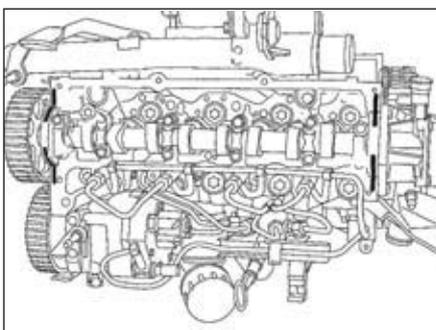

FIG.77
- Appliquer une patte d'étanchéité d'un diamètre de 2 mm et d'une longueur de 10 mm (Fig.77).